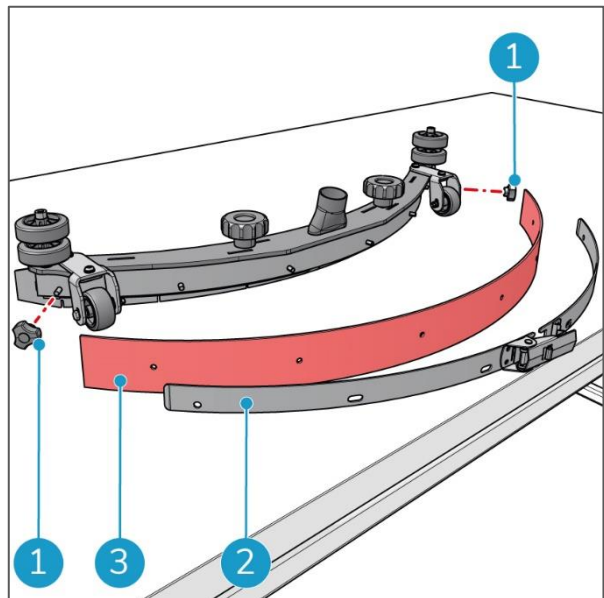

Figura 36
2. Allentare le manopole rotanti piccole presenti su entrambe le estremità del tergipavimento (Figura 36, pos 1).
3. Rimuovere la piastra di fissaggio (Figura 36, pos 2) della lama posteriore.
4. Rimuovere la lama posteriore dal telaio del tergipavimento (Figura 36, pos 3).
Riposizionare la lama posteriore. Consultare Figura 36.